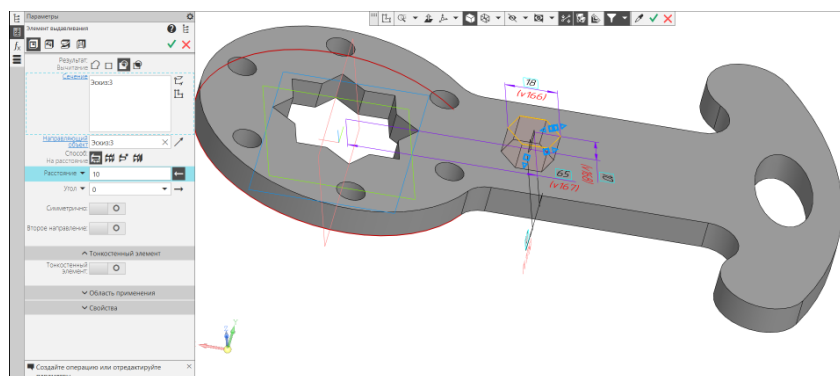

Рис. 20 Команда «Вырезать выдавливанием» элемент прямоугольного массива
- **Твердотельное моделирование – Элементы тела – Вырезать выдавливанием.** Параметры команды: сечение – Эскиз 3, направляющий объект – Эскиз 3, Способ – на расстояние 10 мм (можно использовать способ – через все, или до объекта) (рис. 20).